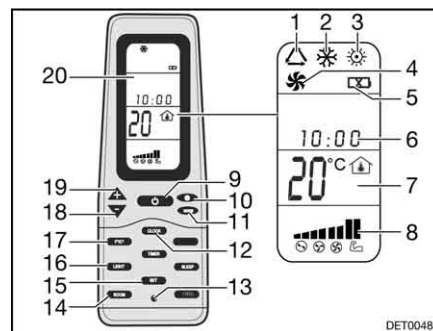

Fig. 176 Telecomando
- Premere il tasto ON/OFF (Fig. 176,9).
- Premere il tasto "Mode" (Fig. 176,11) spesso, finché la modalità desiderata (Fig. 176,1, 2, 3 o 4) viene visualizzata sul display (Fig. 176,20).
- Impostare la temperatura desiderata con i tasti "+" (Fig. 176,19) e "-" (Fig. 176,18).
- Con il tasto velocità dell'aria (Fig. 176,10) selezionare il livello desiderato per la ventola.